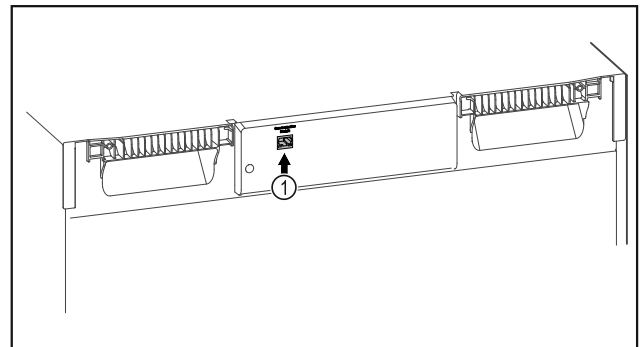

Fig. 150
- SmartModule Fig. 150 (1) установлен.